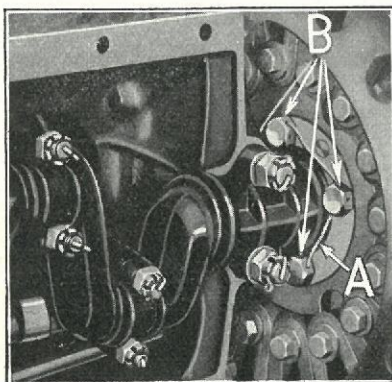

Fig. 135
- 205** Fraskil Transmissionssystemet fra Krumtapakslen ved at overklippe Laasetraaden (Fig. 135-A) og skrue de fire Svinghjulssætskruer »B« ud.